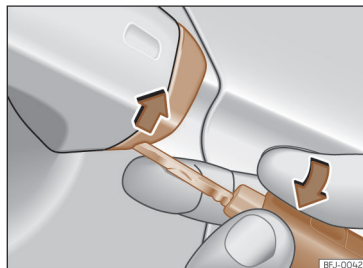

Fig. 51 Manípulo da porta do condutor: soltar a tampa fazendo alavanca.
- Introduza o palhetão na abertura inferior da tampa do manípulo da porta do condutor e retire a tampa de baixo para cima >>> **Fig. 51.**